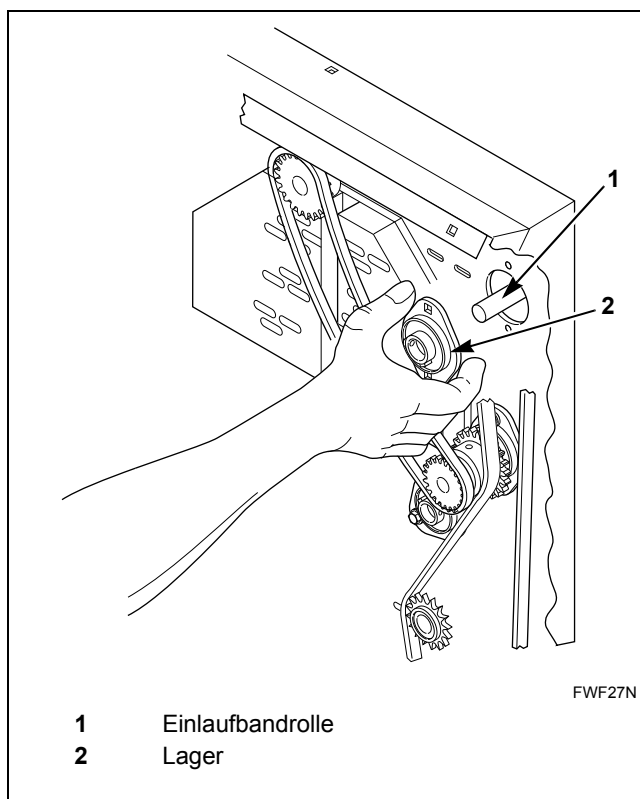

Abbildung 28
7. Entfernen Sie das Lager, indem Sie es nach links drücken. Siehe *Abbildung 28*.